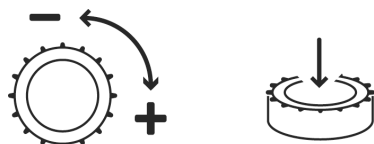

Fig. 5: Buton rotativ
- Ecranul LCD indică starea pompei, a valvelor și a regulatorului. Cu nopeul rotativ pot fi selectate meniurile și introduși parametrii. Pentru modificarea valorilor și deplasarea în meniuri, nopeul rotativ (fig. 5) trebuie rotit și trebuie apăsat pentru selectare și validare.